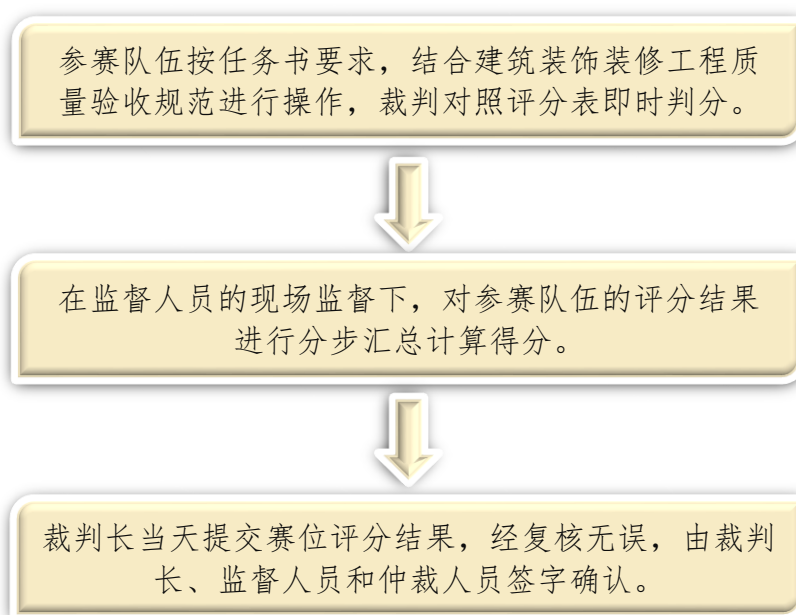

图7 过程评分流程
2. “建筑装饰施工技能操作”竞赛环节过程评分是根据参赛队在施工分步操作过程中的规范性、合理性以及完成质量等，评分裁判依据评分标准按步给分并加权汇总的评分方法。流程如图7所示：